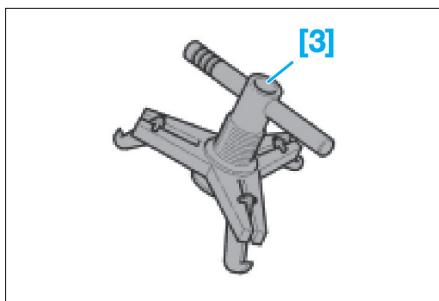

FIG. 2
- [3]. Compresseur d'embrayage (réf : T999 5662) (Fig.2).